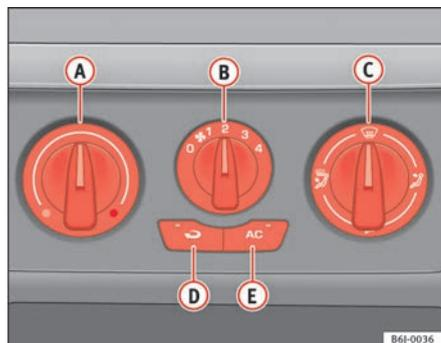

Fig. 85 Comandos do aquecimento no painel de instrumentos
- Com os reguladores ⇒ fig. 85 **A** e ⇒ fig. 85 **C** e com o comando ⇒ fig. 85 **B** é ajustada a temperatura, a distribuição do ar e a velocidade do ventilador